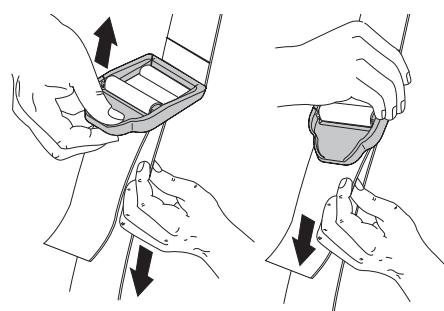

Fig. 5
- Ajuste la longitud de acuerdo a la medida del operador. Tire de la orejeta para alargarlo y tire de la correa para acortarlo (Fig. 5).